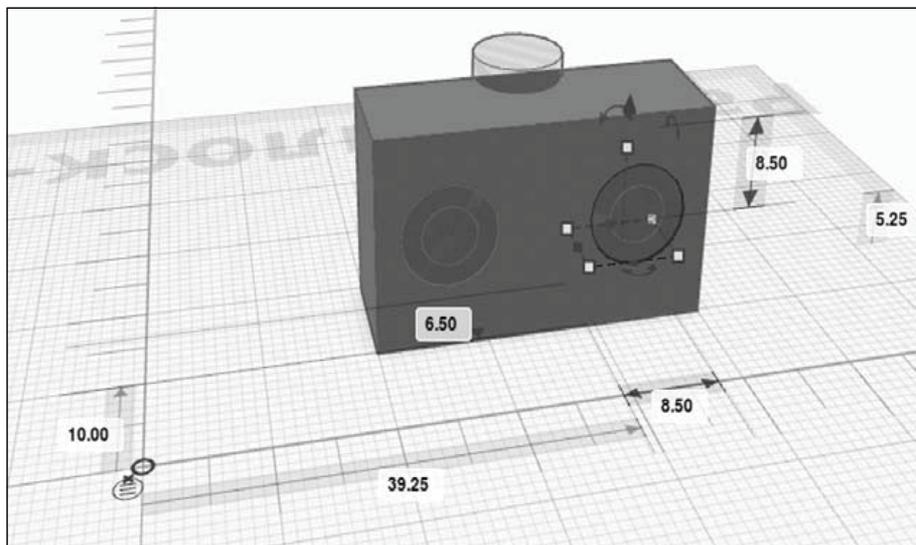

Рис. 47. Добавление второго отверстия под болт
10. Добавить второе отверстие под болт с помощью **Ctrl + C**, **Ctrl + V** (рис. 47).